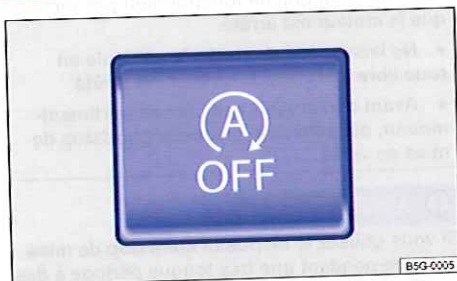

Fig. 154 Dans la partie inférieure de la console centrale : touche du dispositif start/stop de mise en veille
• Lorsque vous appuyez deux fois sur la touche dans la partie inférieure de la console centrale  \Rightarrow fig. 154.
- Appuyez sur la touche  dans la partie inférieure de la console centrale \Rightarrow fig. 154.